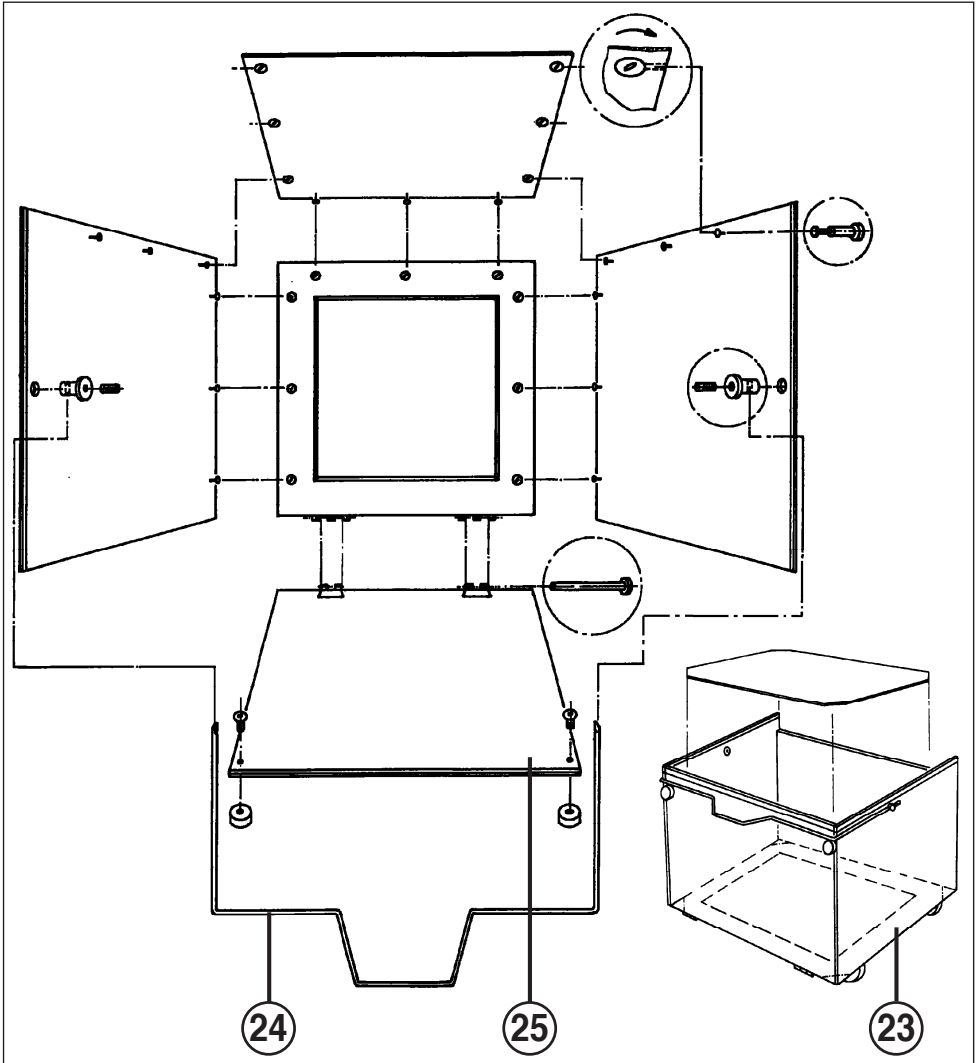

Fig. 4
- 23 = Conteneur de récupération (fig. 4)
- 24 = Poignée de conteneur (fig. 4)
- 25 = Face avant conteneur (fig. 4)
MONTAGE DU RÉCIPIENT (23) (Fig. 4):